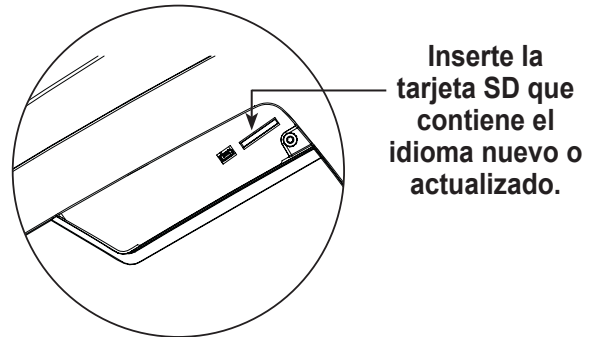

Figura 9
3. Inserte la tarjeta SD que contiene los datos del idioma en el panel lateral de la máquina. Consulte la Figura 9.